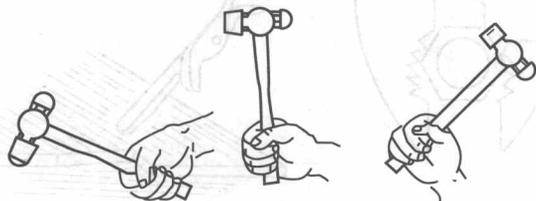

图 1-9 紧握法
(1) 手锤握法
① 紧握法。如图 1-9 所示。用右手五指紧握锤柄，大拇指压在食指上，虎口